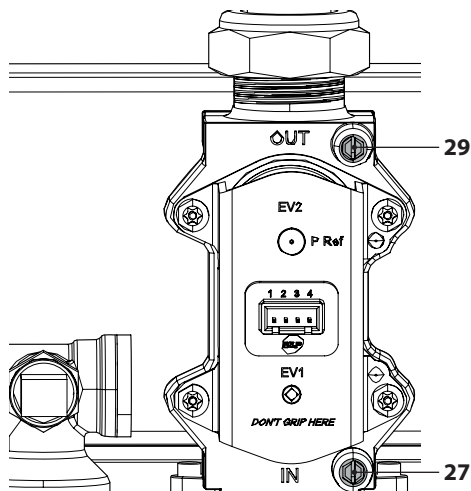

Figura 7.1
- Con la caldera apagada (fuera de servicio), compruebe la presión de alimentación usando la toma 27 en la Figura 7.1 y compare el valor indicado con los mostrados en la tabla Presiones de alimentación de gas en la sección "Datos técnicos Myto connect 25S" en la pág. 26, "Datos técnicos Myto connect 30S" pág. 30 y "Datos técnicos Myto connect 35S" pág. 34.
- Vuelva a cerrar bien la toma de presión 27 en la Figura 7.1.